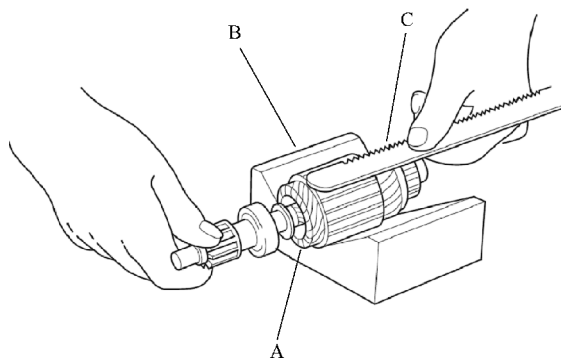

图 24-15 检查电枢是否短路
9) 如图 24-15 所示, 将电枢 A 放在一个电枢测试器 B 上, 将一钢锯条 C 拿到电枢芯上方。如果电枢芯转动时, 锯条被吸引或振动, 则电枢短路, 应更换电枢。